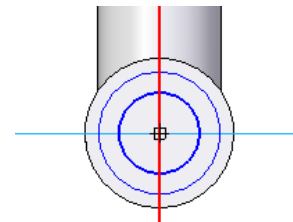

Fig. 8.19 Poziționarea primului alezaj
- Poziționăm alezajul conform fig. 8.19 si apoi apăsăm **Return** pentru a ieși din schiță.